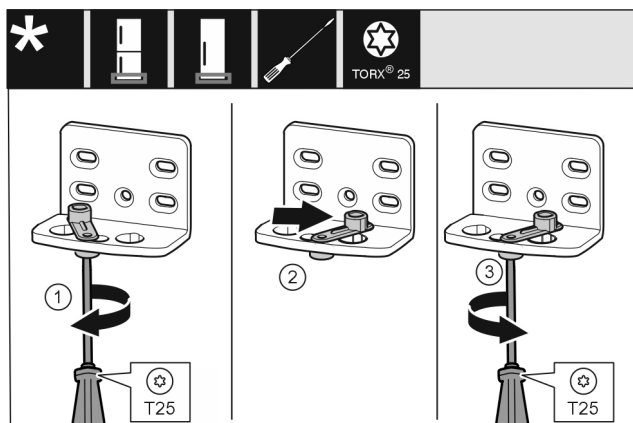

Fig. 11
- ▶ За допомогою викрутки T25 послабте гвинт. Fig. 11 (1)
- ▶ Допоміжний засіб для закривання дверцят підніміть і поверніть в отворі праворуч на 90°. Fig. 11 (2)
- ▶ За допомогою викрутки T25 закрутіть гвинт. Fig. 11 (3)